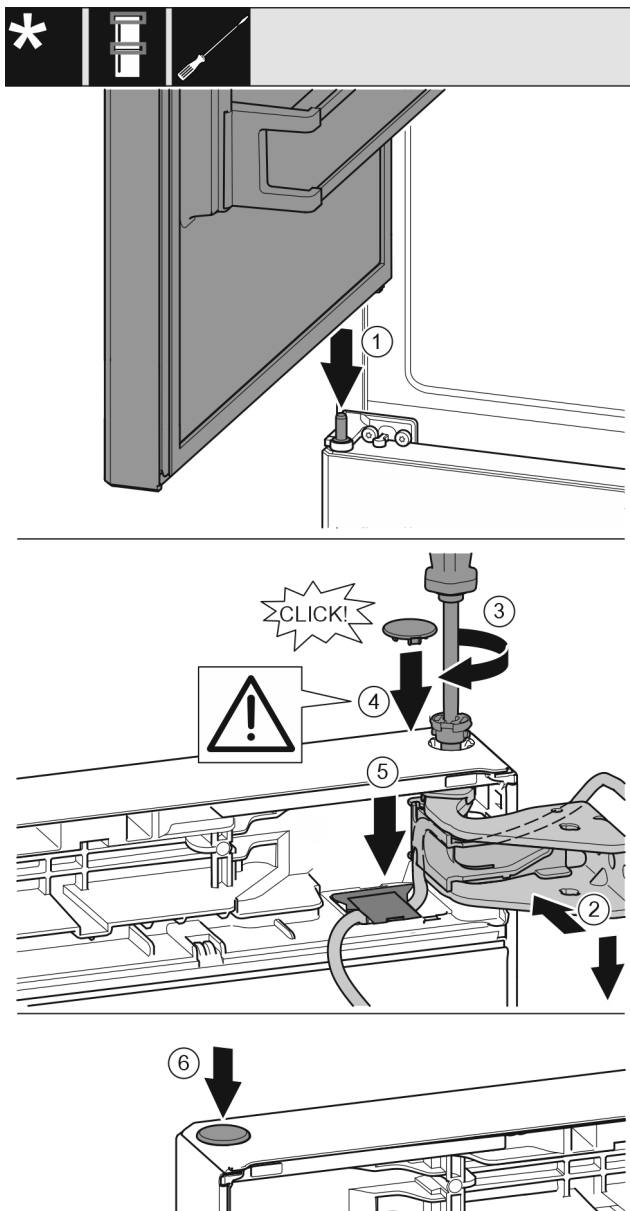

Fig. 42
- ▶ Anbring den øverste dør på den midterste hængselbolt. Fig. 42 (1)
- ▶ Justér døren foroven i forhold til åbningen i hængselbukken. Fig. 42 (2)
- ▶ Sæt bolten i, og skru den fast med skruetrækker T15. Fig. 42 (3)
- ▶ Montér sikringsafdækningen for at beskytte døren: Anbring sikringsafdækningen, og kontrollér, om den hviler på døren. Hvis dette ikke er tilfældet, skal boltens sættes helt i. Fig. 42 (4)
- ▶ Sæt afdækningen i igen, og tryk den nedad, indtil den går i hak. Fig. 42 (5)
- ▶ Sæt propperne i. Fig. 42 (6)